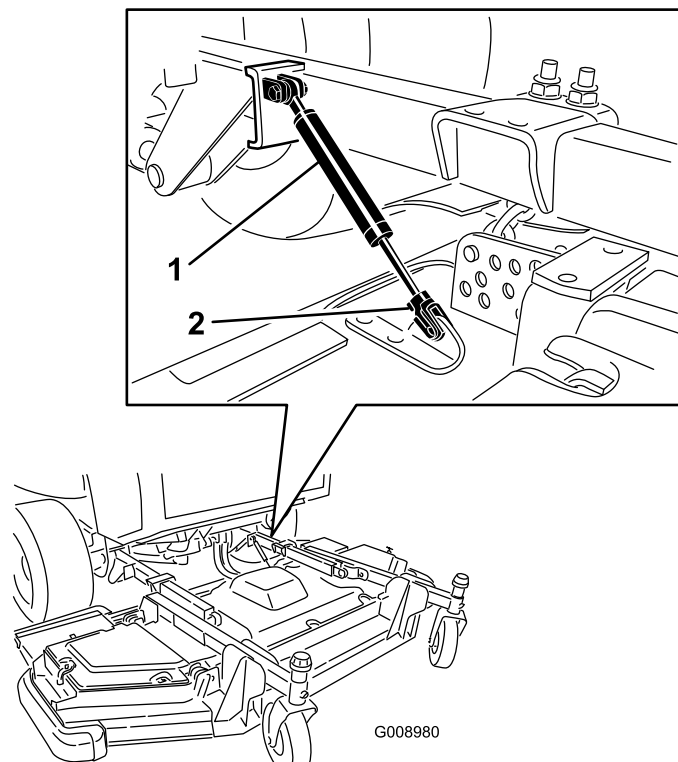

Figura 136
3. Togliete il fermaglio di ritegno e scollegate il gruppo ammortizzatore dal piatto di taglio (Figura 136).